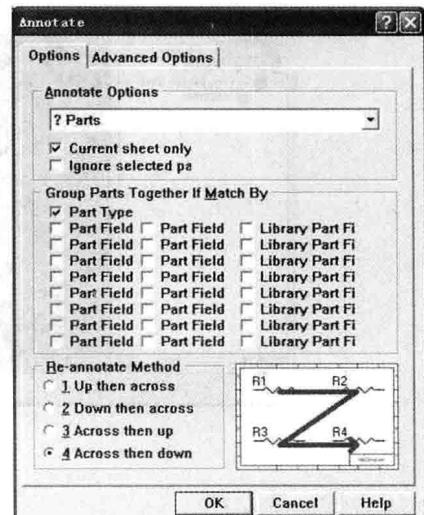

图 1-6 自动标号设置窗口
(7)在电路图编辑器方面(Schematic Editor),增强了元件序号自动标号(Annotate)功能,让元件序号顺序按各图坐标位置编排,然后逐张编排。另外,可直接在图上编辑文字,并可定义多元件芯片(Multi – part Package)的序号字尾(如 U1A 可改为 U1:1)。还有依据电路图自动产生 PCB 元件分类群(Component Group)至电路板编辑器(PCB Editor)。自动标号设置窗口如图 1-6 所示。